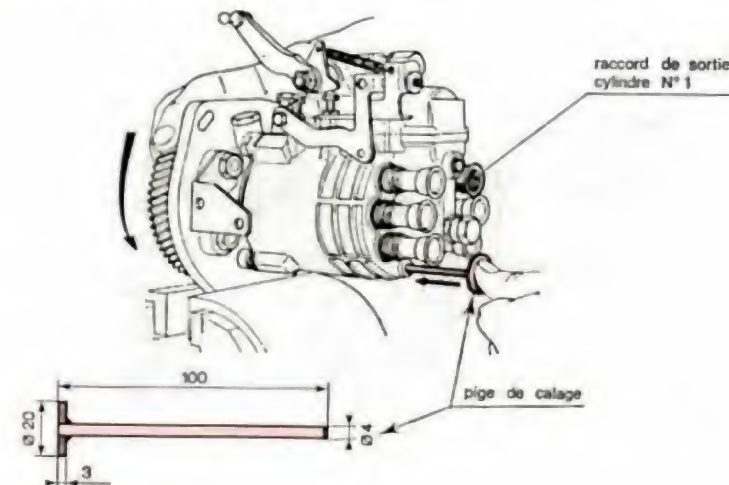

Fig. 31.
- Introduire la pige spéciale de calage, puis tourner le pignon d'entraînement (ou l'arbre) **dans le sens de rotation** en exerçant une légère pression sur cette pige (fig. 31).